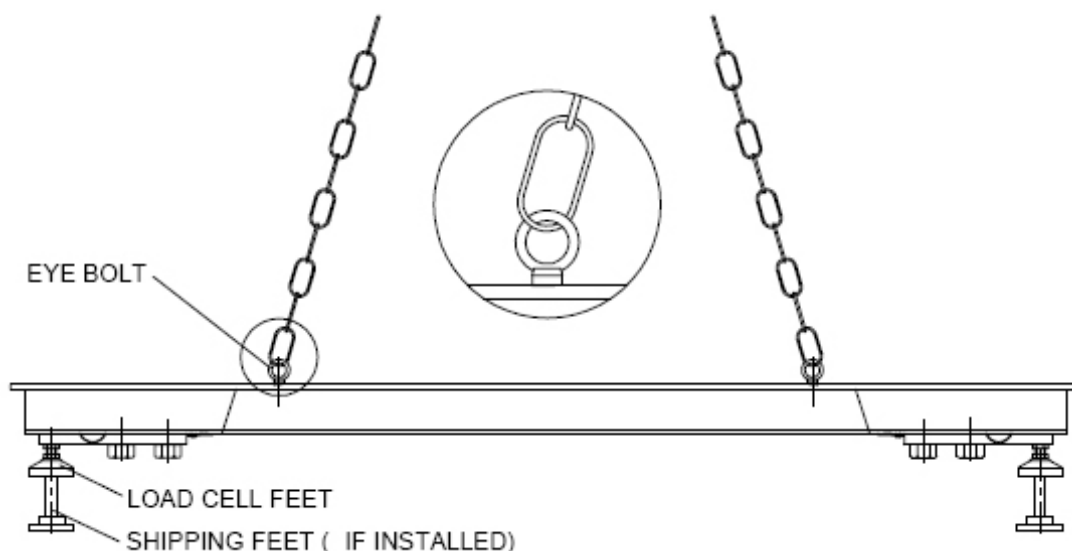

Figura 1. Mètode d'elevació.
2. Instal·leu els dos cargols d'anella inclosos en costats oposats de la bàscula, tal com mostra la figura 1.